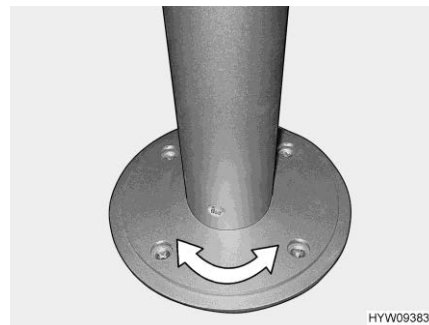

Fig. 85 Pied de table colonne (pivotant)
- Tourner le plateau de table dans la position désirée. Un certain effort est pour cela nécessaire car le plateau de table tourne dans le sens inverse de la résistance au frottement sur le pied de table colonne (Fig. 85).